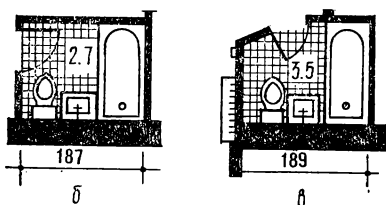
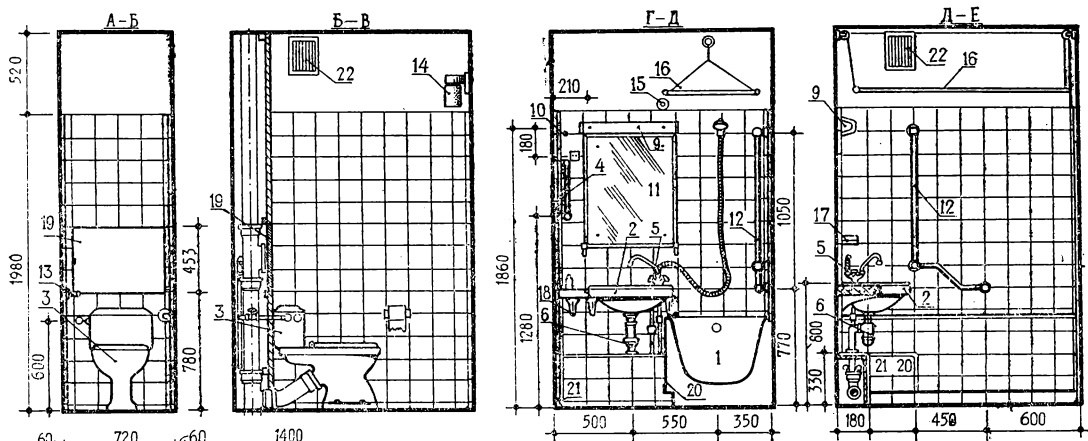
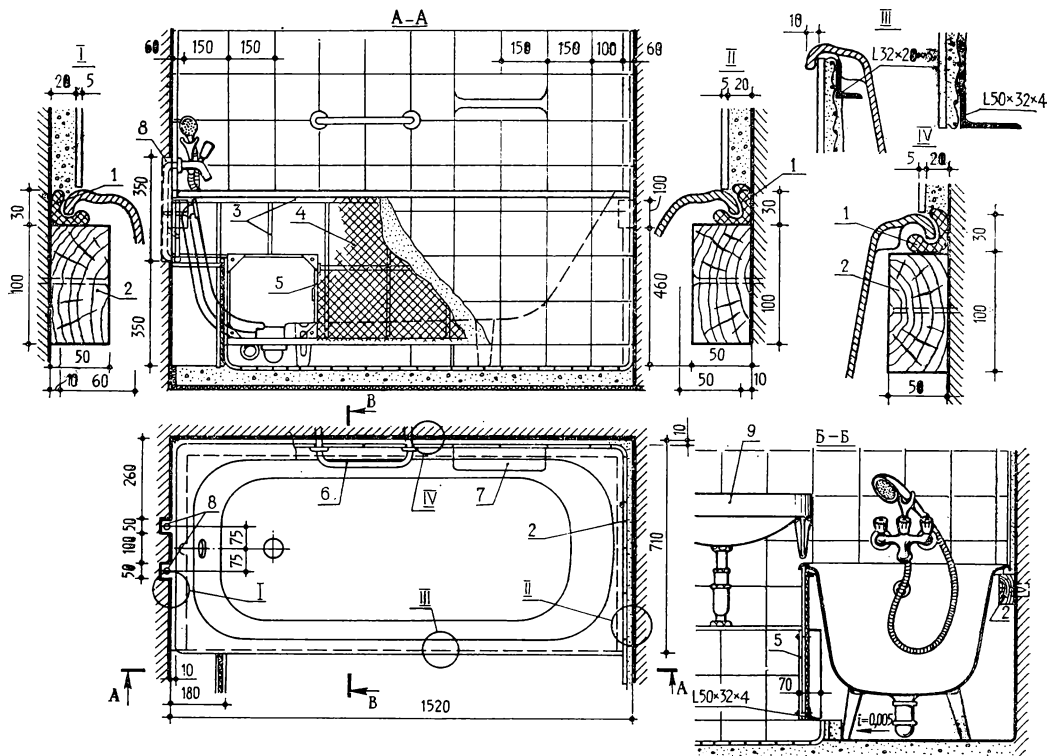
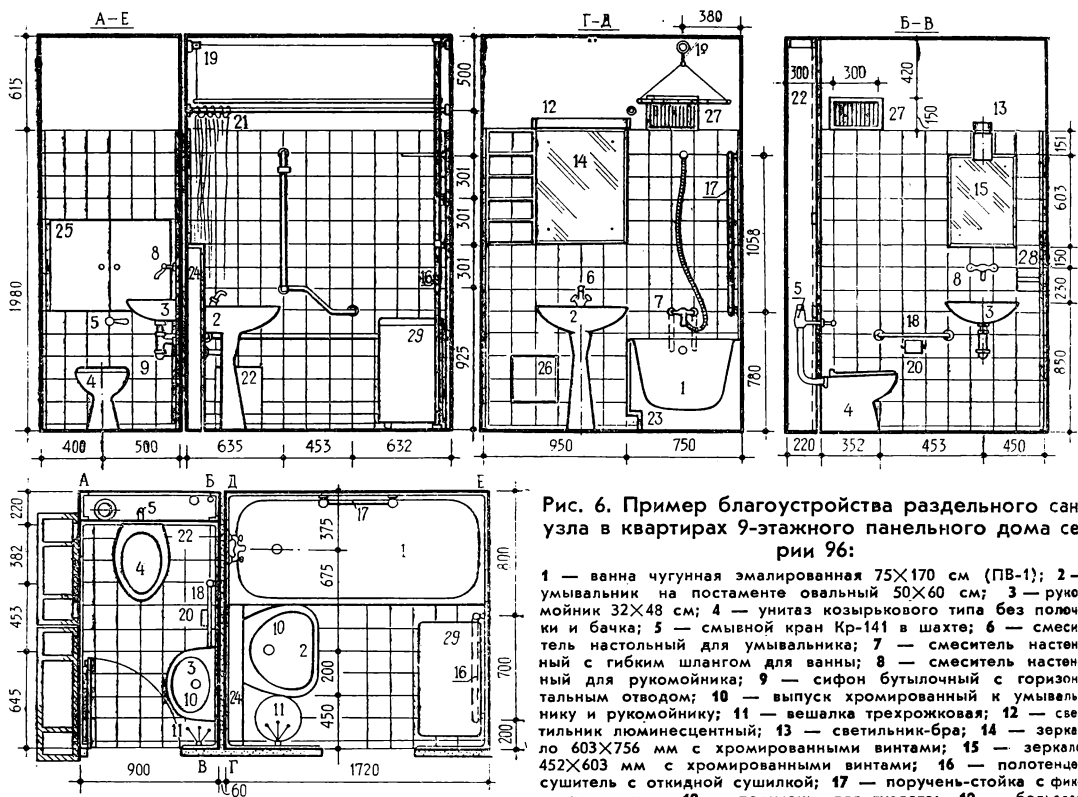

Рис. 1. Типы санузлов в квартирах:
Рис. 2. Пример благоустройства раздельного санузла в квартирах 9-этажного панельного дома серии 1—464.
Рис. 3. Установка ванны ПВ-0 (150×70×46 см):
Рис. 6. Пример благоустройства раздельного санузла в квартирах 9-этажного панельного дома серии 96:
Есть два типа санузлов — совмещенный и раздельный (рис. 1). В малометражных квартирах, построенных в 60-х годах, устанавливали малогабаритные сантехнические приборы: чугунную эмалированную ванну длиной 150, шириной 70 и высотой 60 см, умывальник «Утро» размером  $52 \times 42$  см с закругленными бортами, единым смесителем с поворотным носиком (на ванну и умывальник) и гибким шлангом для душа; унитаз тарельчатый с высокорасположенным бачком «Эврика». Размеры совмещенного санузла в этих квартирах составляют  $153 \times 189$  см, раздельного —  $153 \times 140$  см (ванная) и  $75 (80) \times 120 (140)$  см (туалет). Пример благоустройства раздельного санузла приведен на рис. 2, а на рис. 3 показана последовательность установки ванны.
Обычай установки на умывальник настольного смесителя с низким изливом позаимствован в тех странах, где сохранилась привычка умываться из наполненной водой емкости. Там выпуск умывальника закрывают пробкой на цепочке, а холодную и горячую воду смешивают в самой чаше умывальника. Вода расходуется очень экономно. У нас же принято умываться под проточной водой и для этого удобнее смеситель настенный, с высоким изливом (рис. 6).
В кирпичной стенке не забудьте устроить лючок для доступа к сифону и переливу. Рамка из металлического уголка кратна размеру четырех плиток (30×30 см). Лючок делается из листовой стали или алюминия и крепится винтами. Еще два способа устройства переднего борта ванны. На рис. 3 показан металличе-
Смеситель для ванны лучше расположить рядом с поручнем — так им удобнее пользоваться лежа в ванне. Можно разместить смеситель в торце ванны, где расположены выпуск и перелив (см. рис. 6). В старых и новых домах ставят единый смеситель с поворотным носиком на ванну и умывальник (рис. 2).
На рис. 6 мы видели туалет в панельном доме. Все трубопроводы в нем, проложенные открыто за унитазом, закрыты щитом так, что бачок «Эврика» оказался внутри. Рычаг-рукоятка немного опущен и выведен наружу. Каркас щита деревянный, обшивка из древесностружечной или древесноволокнистой окрашенной плиты. Щит может быть облицован плиткой на мастике.
**Кратко о полотенцесушителе.** Как правило, это изогнутая дугой труба, называемая регистром. Она монтируется к стояку, проходящему через ванную комнату от пола до потолка (рис. 6). Трубчатый регистр можно заменить настоящим полотенцесушителем из хромированных труб. Стояк скрыть нельзя, поскольку он обогревает ванную. Достаточно аккуратно